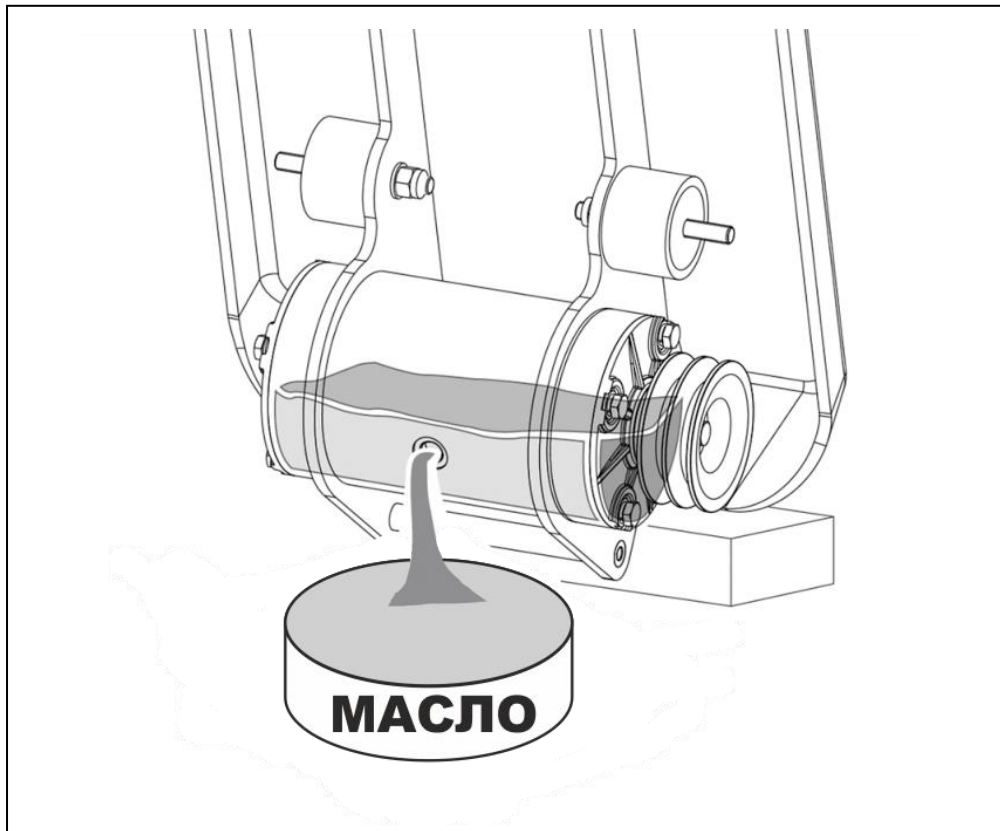

Рис. 27. Слив масла из вибратора.
6. Наклонить рабочую плиту (совместно с помощником, так как плита слишком тяжелая для одного человека) в сторону вибратора в подготовленную для этого емкость (Рис. 27).